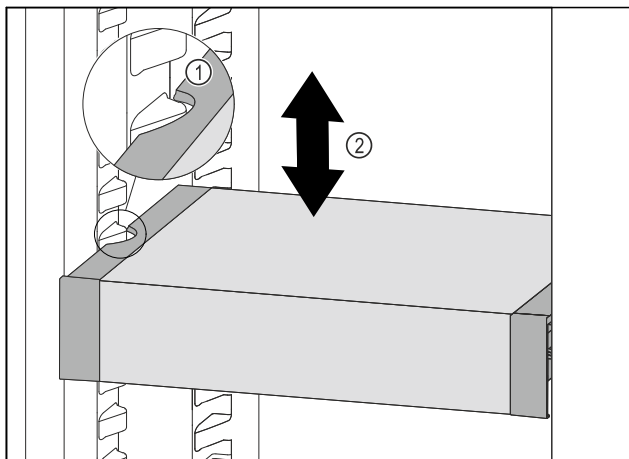

Fig. 108
- VarioSafe vucite prema naprijed sve dok se bočni otvori VarioSafe ladice ne nađu na visini žlijeba spremnika u hladnjaku. Fig. 108 (1)
- Pomičite ladicu VarioSafe u hladnjaku prema gore ili dolje sve dok ne dosegnete željenu visinu. Fig. 108 (2)